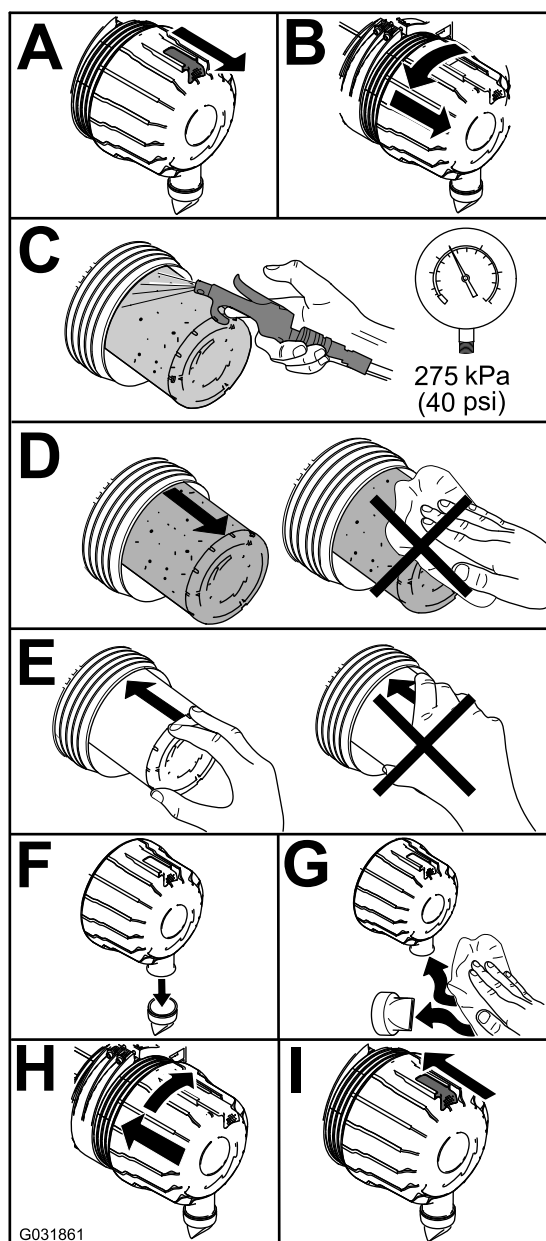

Figure 89
1. Remplacez le filtre à air (Figure 89).